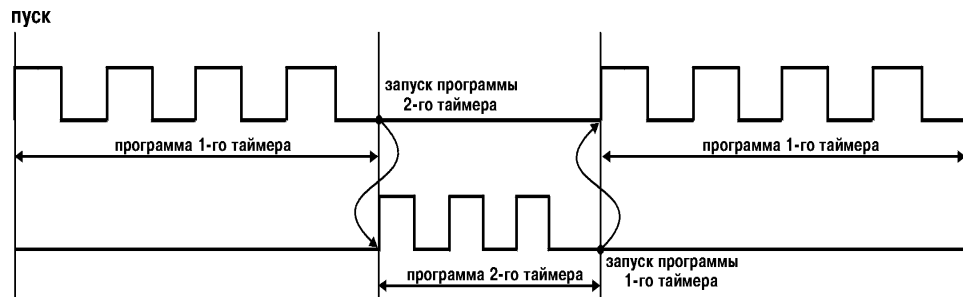

Рис. 20
3.1.7.7. При «rEst»=6 (установка возможна только при значениях «Inp»=1, 2 или 3) в случае завершения выполнения программы таймера 1 произойдет запуск или перезапуск таймера 2. В свою очередь завершение выполнения программы таймера 2 приведет к запуску или перезапуску таймера 1 (рис. 20).